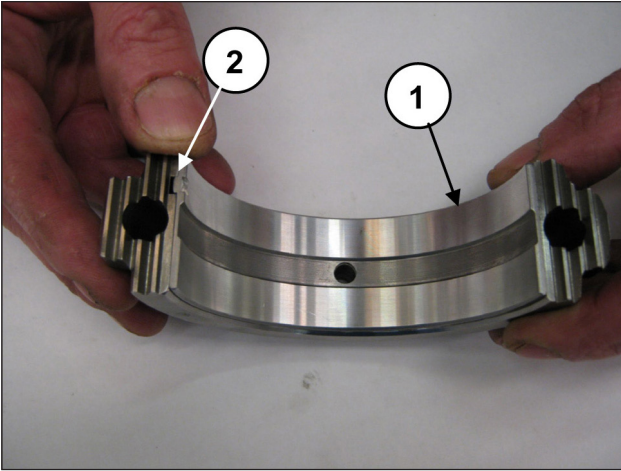
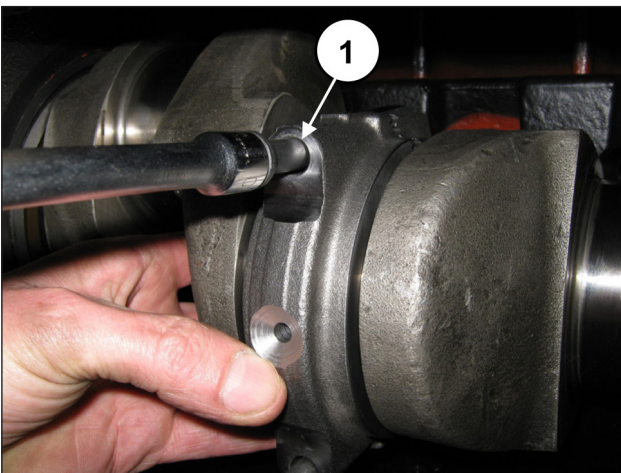

Abb. 67
Abb. 68
Montieren Sie die unteren Lagerschalen an die Pleueldeckel (Pos. ①, Abb. 67) und vergewissern Sie sich dabei, dass die Bezugsmarkierung der Lagerschalen in der entsprechenden Aufnahme am Deckel zu liegen kommt (Pos. ②, Abb. 67). Befestigen Sie die Pleueldeckel mit Pleuelhälften anhand der Schrauben M10x1.5x80 (Pos. ①, Abb. 68).